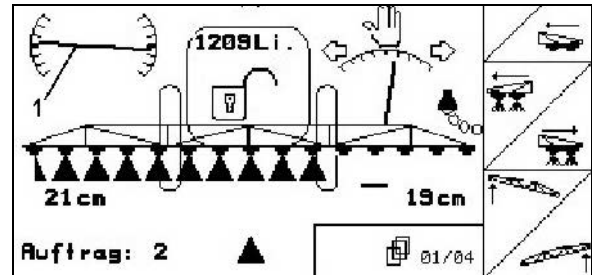

Fig. 85
2. Sobre la pantalla el símbolo ajuste de inclinación (Fig. 85/1) muestra la inclinación seleccionada del varillaje de rociado. Aquí está levantado el lado izquierdo del varillaje de rociado.